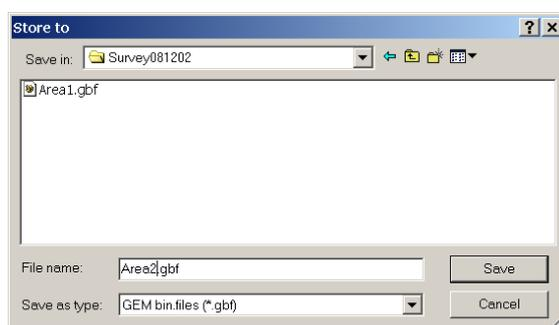

図 6 ダウンロードするデータをファイルに保存する
- ファイル保存 (**Store to**) ダイアログ・ボックス(図 6)に、作成されるファイルのディレクトリーおよびファイル名を入れてください。